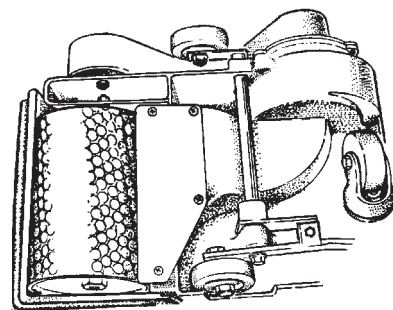

Figure 6b
5. Alignez le patin avec le tambour et serrez les vis (voir la figure 6b).